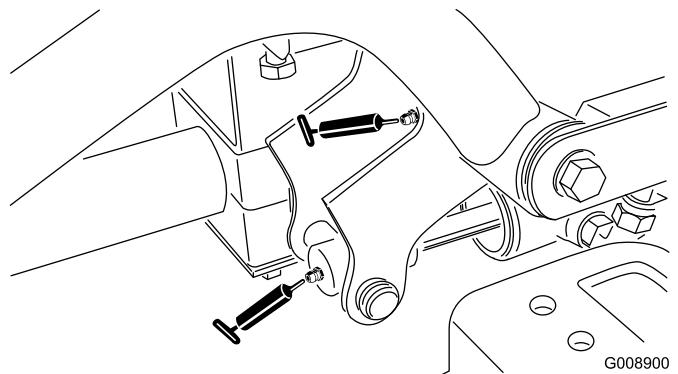

Figura 36
- Perno del braccio di sollevamento destro anteriore e cilindro di sollevamento (2) (Figura 36)